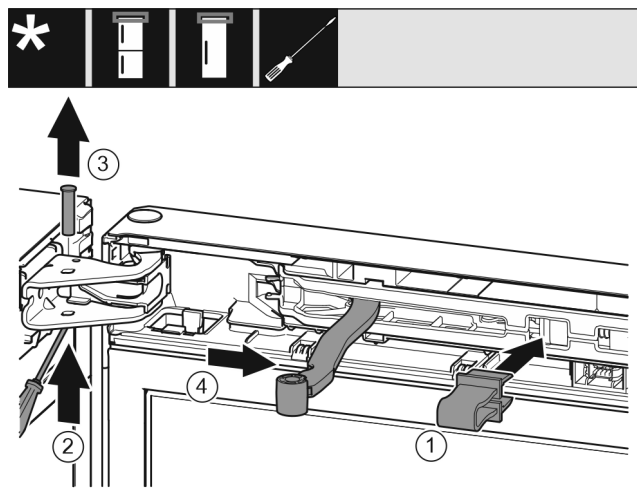

Fig. 6
- Introduire l'arrêt.oir dans l'ouverture. Fig. 6 (1)
- Desserrer le boulon avec un tournevis. Fig. 6 (2)
- Sortir le boulon par le haut. Fig. 6 (3)
- Tourner l'articulation en direction de la porte. Fig. 6 (4)